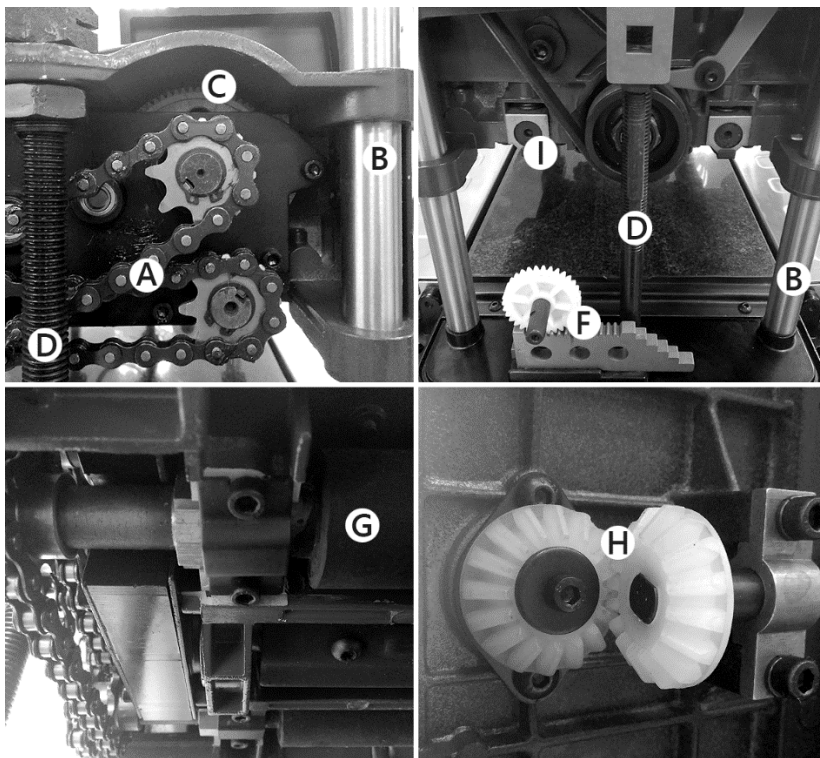

Рисунок 11. Смазка и очистка станка
Периодичность обслуживания см. в таблице 4. Узлы смазки и очистки обозначены на рис. 11 (п.п. 8.3).
- ослабьте крепление щёткодержателя 27 (рис. 11) и осторожно выньте щётки из двигателя;